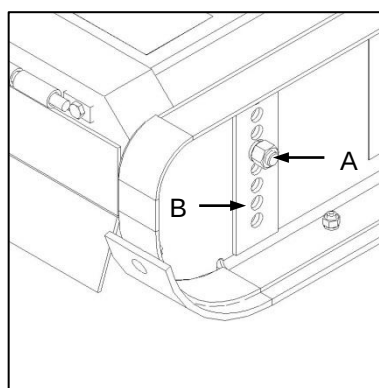

Fig. 3
- ✓ To set the working height of the implement, loosen the side panel retaining nuts (Fig. 3-A) and adjust the position of the nut (Fig. 3-B) as required. Ensure that the implement is level by measurement of the adjuster thread length protruding at each adjustment point.
- ✓ Om die werkshoogte van die implement te verstel, laat skiet die sypaneel klemmoere (Fig. 3-A) en verstel die posisie van die moer (Fig. 3-B) soos verlang. Maak seker dat die implement gelyk is deur die lengte van die draad te meet wat uitsteek op elke verstelpunt.